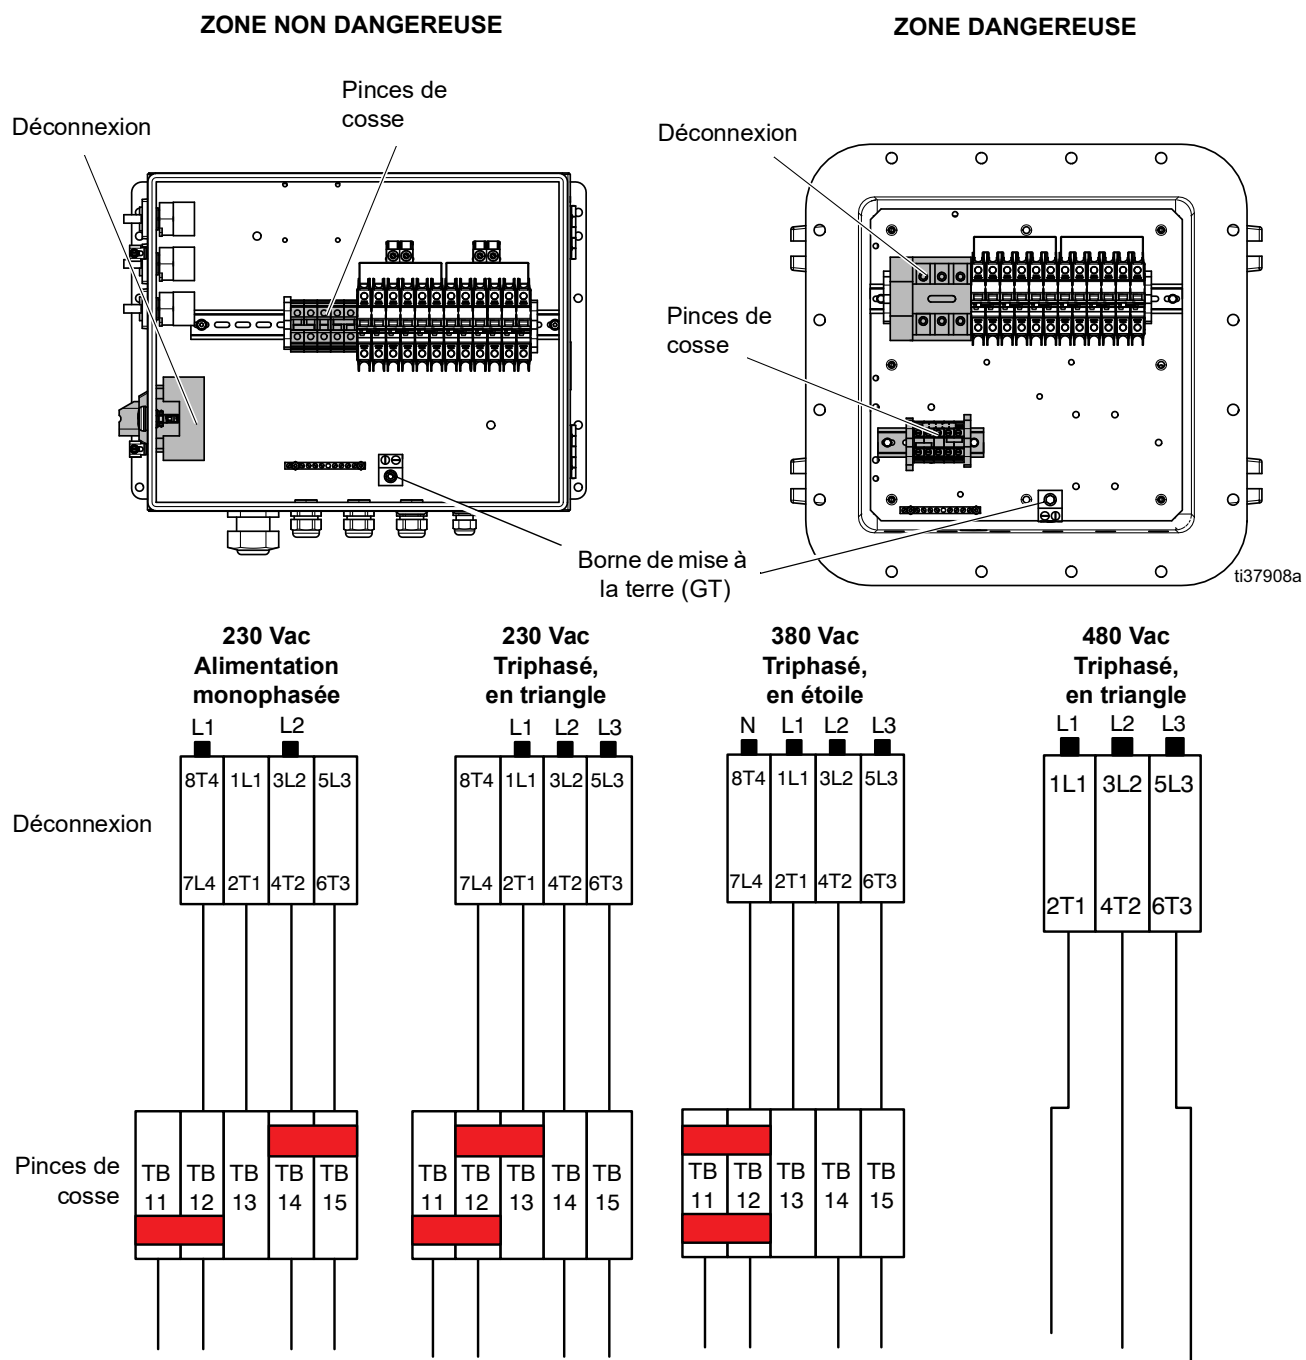

FIG. 7: Schéma de câblage XM
4. Raccordez le fil de terre à la borne de terre (GT). Voir la FIG. 7, page 29.
5. Branchez le cordon d'alimentation sur le sectionneur comme indiqué sur la FIG. 7, page 29 Serrez les conducteurs à 6,2 N•m). Tirez doucement sur tous les raccords pour vérifier qu'ils sont bien attachés.
6. **Zones non dangereuses uniquement** : Serrez le serre-câble (BH).
7. Installez les cavaliers de borne fournis dans les positions indiquées sur la FIG. 7, page 29.
8. Vérifiez que tous les éléments sont correctement raccordés sur la FIG. 7, page 29, puis fermez la porte du boîtier de raccordement.